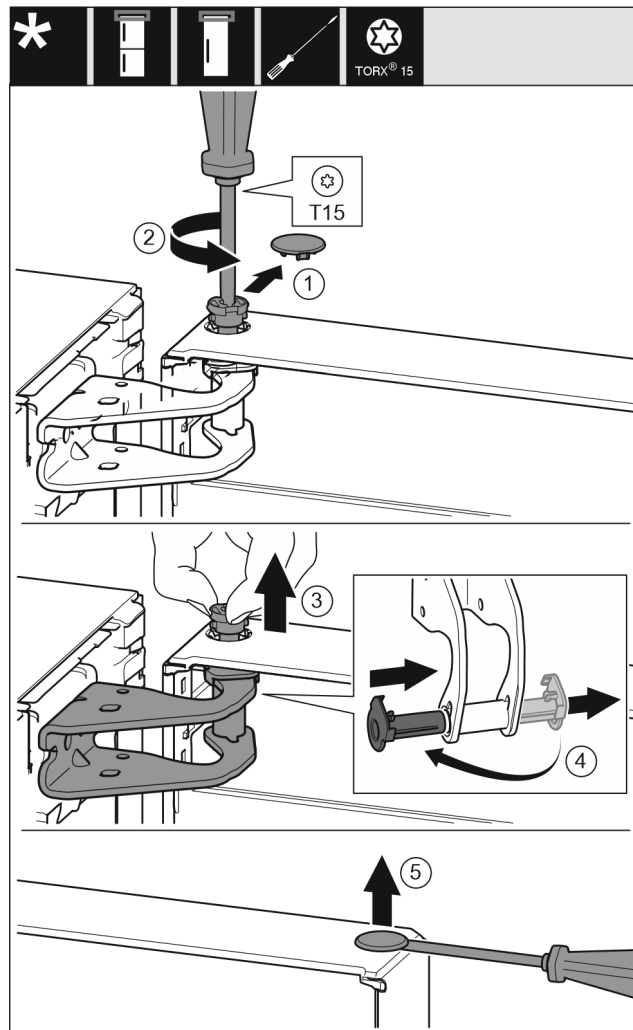

Fig. 12
- ▶ Осторожно снимите предохранительную крышку. Fig. 12 (1)
- ▶ Немного выкрутите палец отверткой T15. Fig. 12 (2)
- ▶ Удерживая дверь, извлеките палец вручную. Fig. 12 (3)
- ▶ Опорную втулку вытяните из направляющей. Установите и зафиксируйте с другой стороны. Fig. 12 (4)
- ▶ Осторожно приподнимите и извлеките при помощи шлицевой отвертки заглушку из опорной втулки двери. Fig. 12 (5)